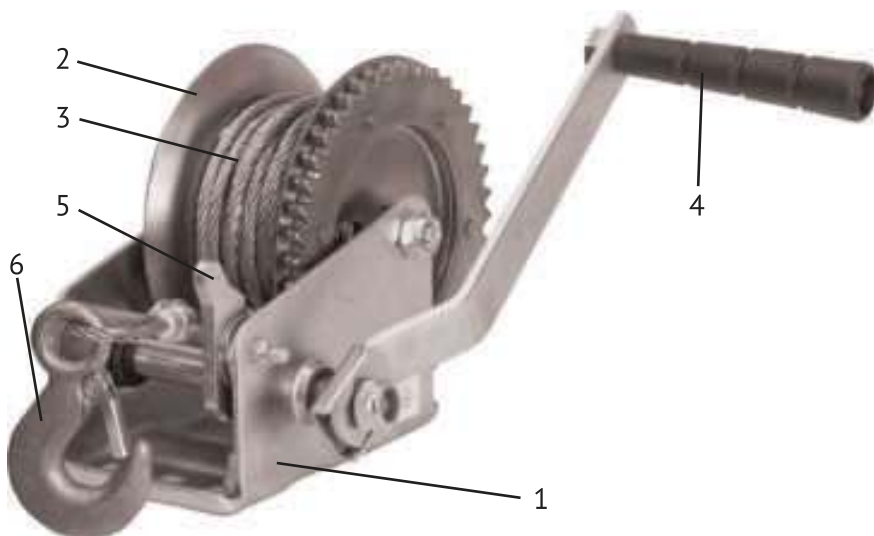

рис. 1
4.1 Общий вид лебёдки представлен на рис. 1